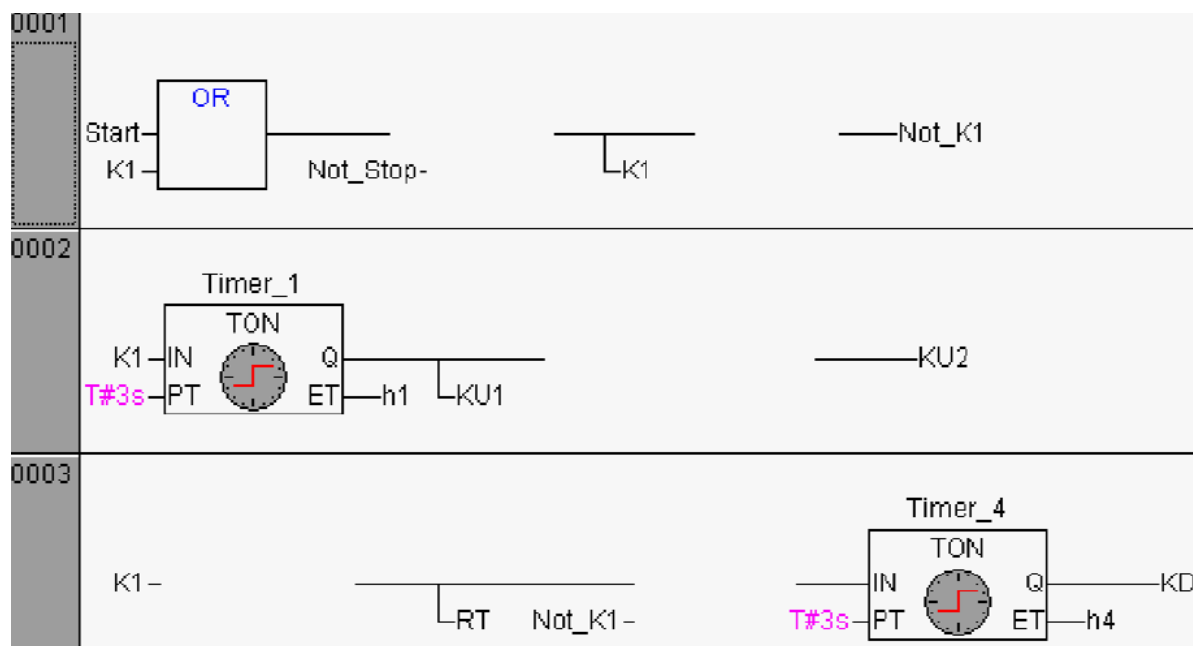

Рисунок 4 – Фрагмент программы на языке FBD для системы управления.
1. В среде CoDeSys составить программу на языке FBD, которая реализует заданный алгоритм управления. Здесь для фиксации нажатий кнопок Пуск и Стоп должен использоваться RS-триггер. Фрагмент программы представлен на рис. 4.
1. В среде CoDeSys составить программу на языке FBD, которая реализует заданный алгоритм управления. Фрагмент программы представлен на рис. 4.